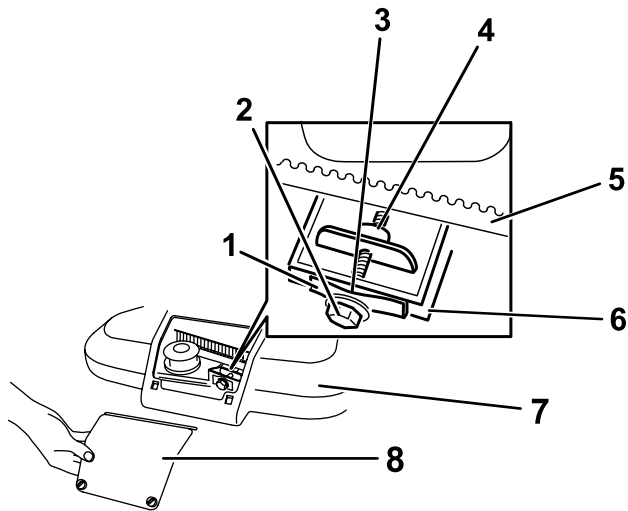

Рисунок 34
1. Ослабьте два винта панели доступа к кожуху ремня и снимите панель (Рисунок 34)
**Примечание:** Если между измерителем зазора и пружиной есть видимый зазор, затяните регулировочный болт и гайку до момента, когда калибр начнет свободно входить в зазор и выходить из него (Рисунок 34).